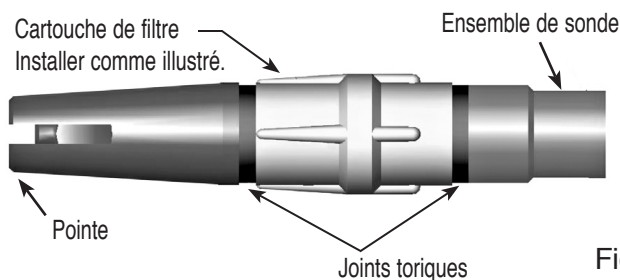

Fig. 9
Le bout pointu de la sonde flexible peut être retiré à des fins de nettoyage et pour accéder à la cartouche de filtre (voir Figure 9). Une fois la pointe retirée, vous pouvez accéder à la cartouche de filtre.
3. Installez la cartouche de filtre neuve sur la sonde, avec les extrémités pointues des nervures en relief orientées vers la pointe. Voir la Figure 9.